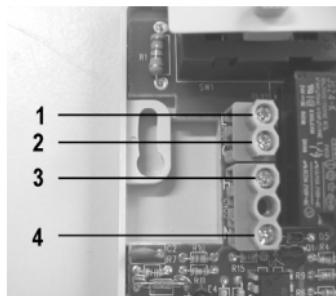

Afbeelding 3
- Verwijder de bevestigingsschroef in het linker, nu vrijliggende gat (zie afb. 3).